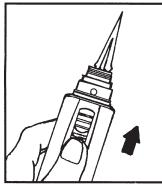

Fig. 3
3. Skjut tändaren framåt för att tända gasen. Vänta i 2 sekunder innan du släpper tändaren. Se fig. 3.